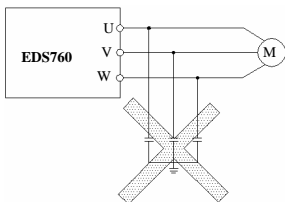

图 1-1 变频器输出端禁止使用电容器
- (1) EDS760 系列变频器为电压型变频器，使用时电机的温升、噪声和振动与工频运行相比较略有增加，属正常现象。
- (2) 如果需要以低速恒转矩长期运行，必须选用变频电机。若使用一般的异步交流电机低速运行时，应监控电机温度或采取强制散热措施，以防烧毁电机。
- (3) 若超过电机额定频率运行时，除了考虑电机的振动、噪声增大外，还必须确保电机轴承及机械装置的使用速度范围，请务必事先确认。
- (4) 应通过端子或其它正常的命令通道对变频器进行起停控制。严禁在变频器输入侧使用接触器等强电开关直接频繁起停操作，否则会造成设备损坏。
- (5) 如果需要在变频器输出和电机之间安装接触器等开关器件，请确保变频器在无输出时进行通断操作，否则可能会损坏变频器。
- (6) 使用前，应确认电源电压在允许的工作电压范围之内，否则应做变压处理或订购特种变频器。
- (7) 在海拔高度超过 1000 米的条件下，变频器应降额使用，每增加 1000 米高度输出电流约降低额定电流的 10%。
- (8) 禁止输出侧安装改善功率因数的电容器或防雷用压敏电阻等，否则将造成变频器故障跳闸或器件的损坏，如图 1-1 所示。